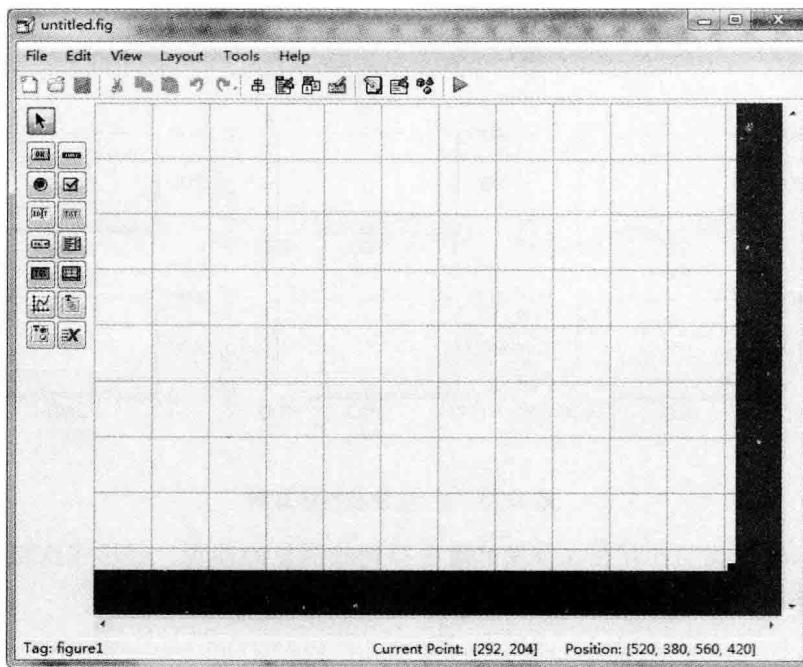

图 15.7-2 GUI 设计版面
② 选择 Blank GUI(Default), 单击 OK 按钮, 弹出如图 15.7-2 所示图像。